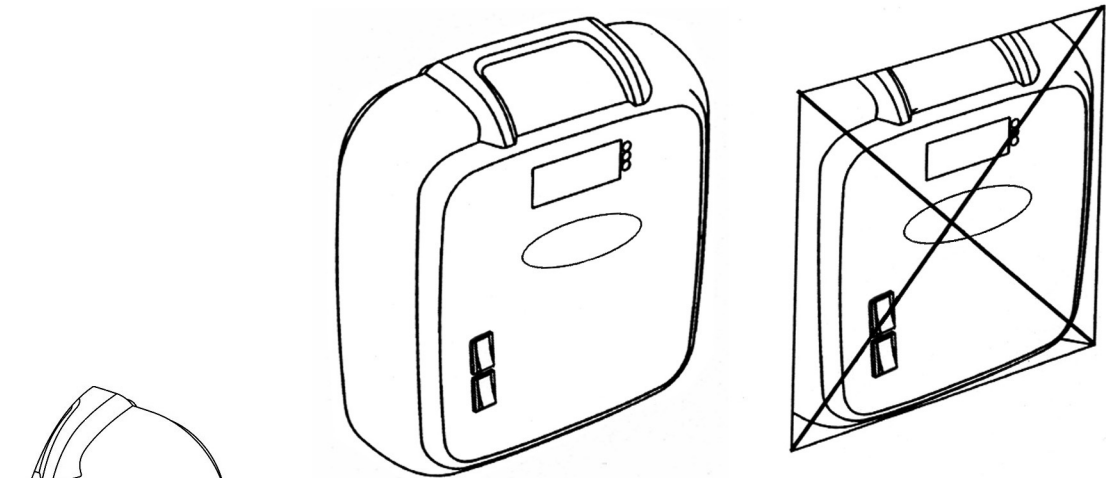

Рисунок 4. Пульт управления нельзя утапливать в стену.
- Пульт управления нельзя утапливать в стену. См. рисунок 4.